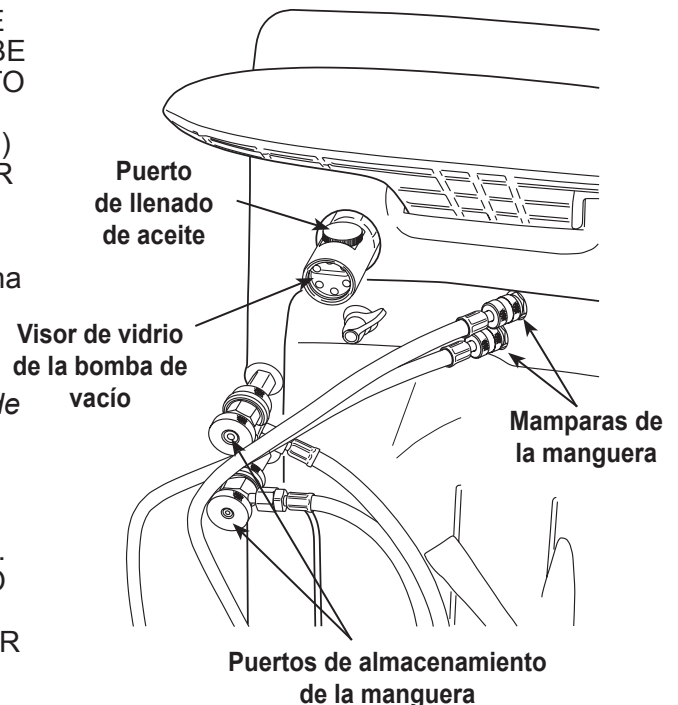

Figura 4
1. Conecte las mangueras de servicio de los accesorios de conexión de las mamparas (ubicados en el lado de la unidad) a los puertos de almacenamiento. Consulte la Figura 4. Conecte la manguera roja al accesorio de conexión etiquetado ALTO; conecte la manguera azul al accesorio de conexión etiquetado BAS.